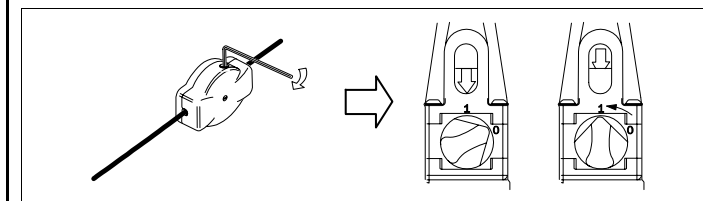

Fig. 4 : Réglage de la tension du câble
- À l'aide de l'indicateur, tendre les ressorts en respectant impérativement la tension préconisée (voir Fig. 4).